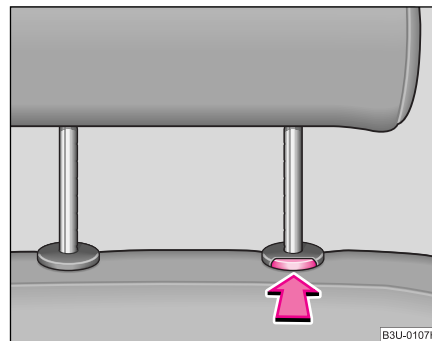

Fig. 54 Scoaterea tetierei
- Apăsăți tasta de siguranță în sensul săgeții ♥ fig. 54 și scoateți tetiera.